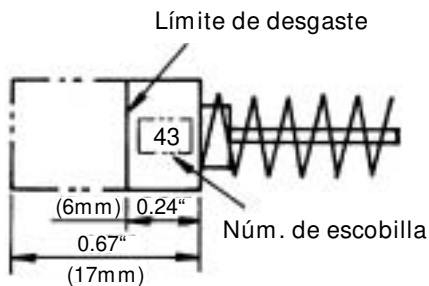

Fig. 6
## 4. Inspección de la escobillas (Fig. 6)
**NOTA:** Utilice las escobillas HITACHI Núm. 43 indicadas en la Fig. 6.